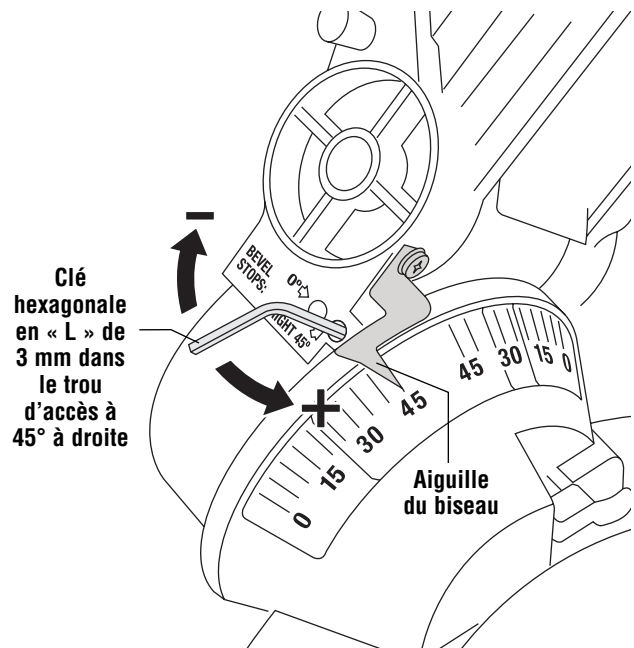

Figure 2. Réglage de la butée d'inclinaison à 45° à droite
4. Enfilez la clé en « L » de 3 mm dans le trou à 45° à droite situé sur le bâti de support vertical (Figure 2).